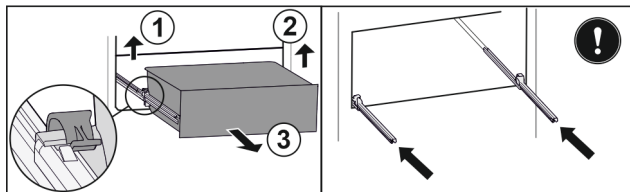

Fig. 79
► Nadvihnite ľavú svorku a súčasne ťahajte zásuvku vľavo dopredu. Fig. 79 (1)
► Nadvihnite pravú svorku a súčasne ťahajte zásuvku vpravo dopredu. Fig. 79 (2)
► Odoberte zásuvku dopredu. Fig. 79 (3)